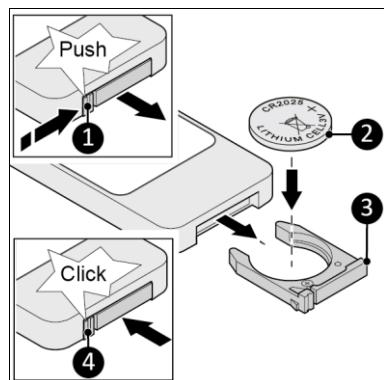

Abbildung 9
1. Drücken Sie auf die Lasche (Abbildung 9, Pos. 1) und entfernen Sie das Batteriefach (Abbildung 9, Pos. 3) aus der Fernbedienung.
2. Legen Sie eine Batterie vom Typ CR2025 wie angegeben (Abbildung 9, Pos. 2) ein.
3. Schieben Sie das Batteriefach zurück, bis die Lasche einrastet (Abbildung 9, Pos. 4).